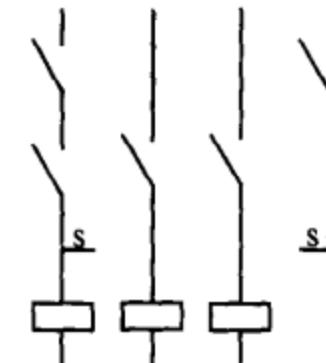

图 1-5 穿越图面的中断线
①当穿越图面的连接线较长或穿越稠密区域时，允许将连接线中断，在中断处加相应的连接标记。如图 1-5 所示，S-S 连接线穿越几根线，采用中断线表示，图面比较清晰。